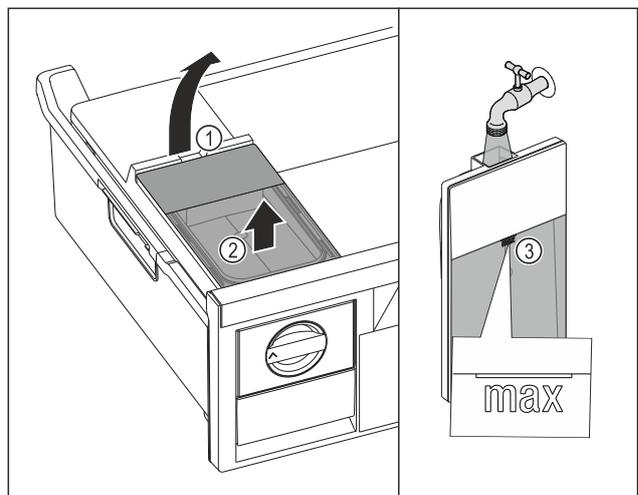

Fig. 71
- Повдигнете резервоара за вода при прореза Fig. 71 (1).
- Извадете резервоара за вода нагоре. Fig. 71 (2)
- Напълнете резервоара за вода до маркировката Fig. 71 (3) с питейна вода.